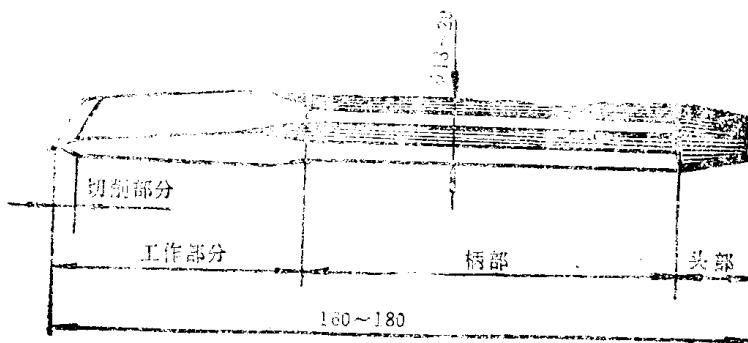

图 3-2 錾子的结构和名称
2. 錾子 一般采用碳素工具钢(T7或T8)经锻造、刃磨、热处理而成，形状如图3-2所示。